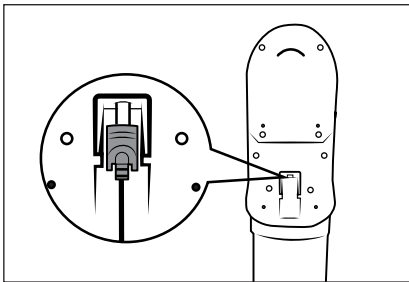

Abb. 8
① Hinweis
- Laden Sie den Akku ② wieder auf, sobald die Batterieanzeige ②⑦ eine geringe Restladung des Akkus ②  anzeigt.
- Das Gerät schaltet sich aus, kurz nachdem ein leerer Akku ②  angezeigt wird.
- Der Staubsauger kann auch direkt über den Netzadapter ⑩ geladen werden. Entnehmen Sie dafür den Hohlstecker ⑪ durch eine leichte Drehung aus der Wandhalterung ⑬ und stecken Sie ihn in die Ladebuchse ③ am Gerät (siehe Abb. 8).